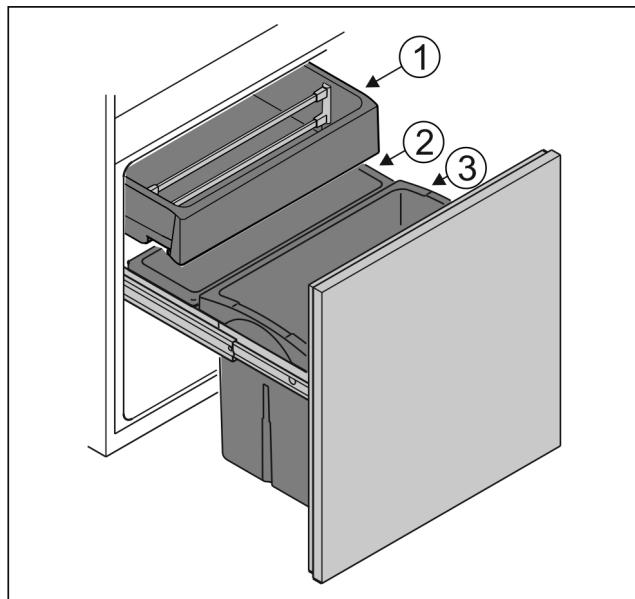

Fig. 6
- ▶ Съд Fig. 6 (1): Съхранявайте неопакован зеленчуци и южни плодове.
- ▶ Съд Fig. 6 (2): Съхранявайте дребни сортове плодове и зеленчуци.
- ▶ Съд Fig. 6 (3): Съхранявайте отделни бутилки.